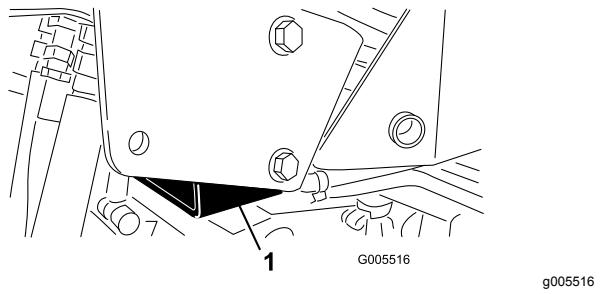

Bild 30
- Rechte Seite: Unter dem Steckpolster und neben der Stützhalterung des Überrollschutzes (Bild 30)